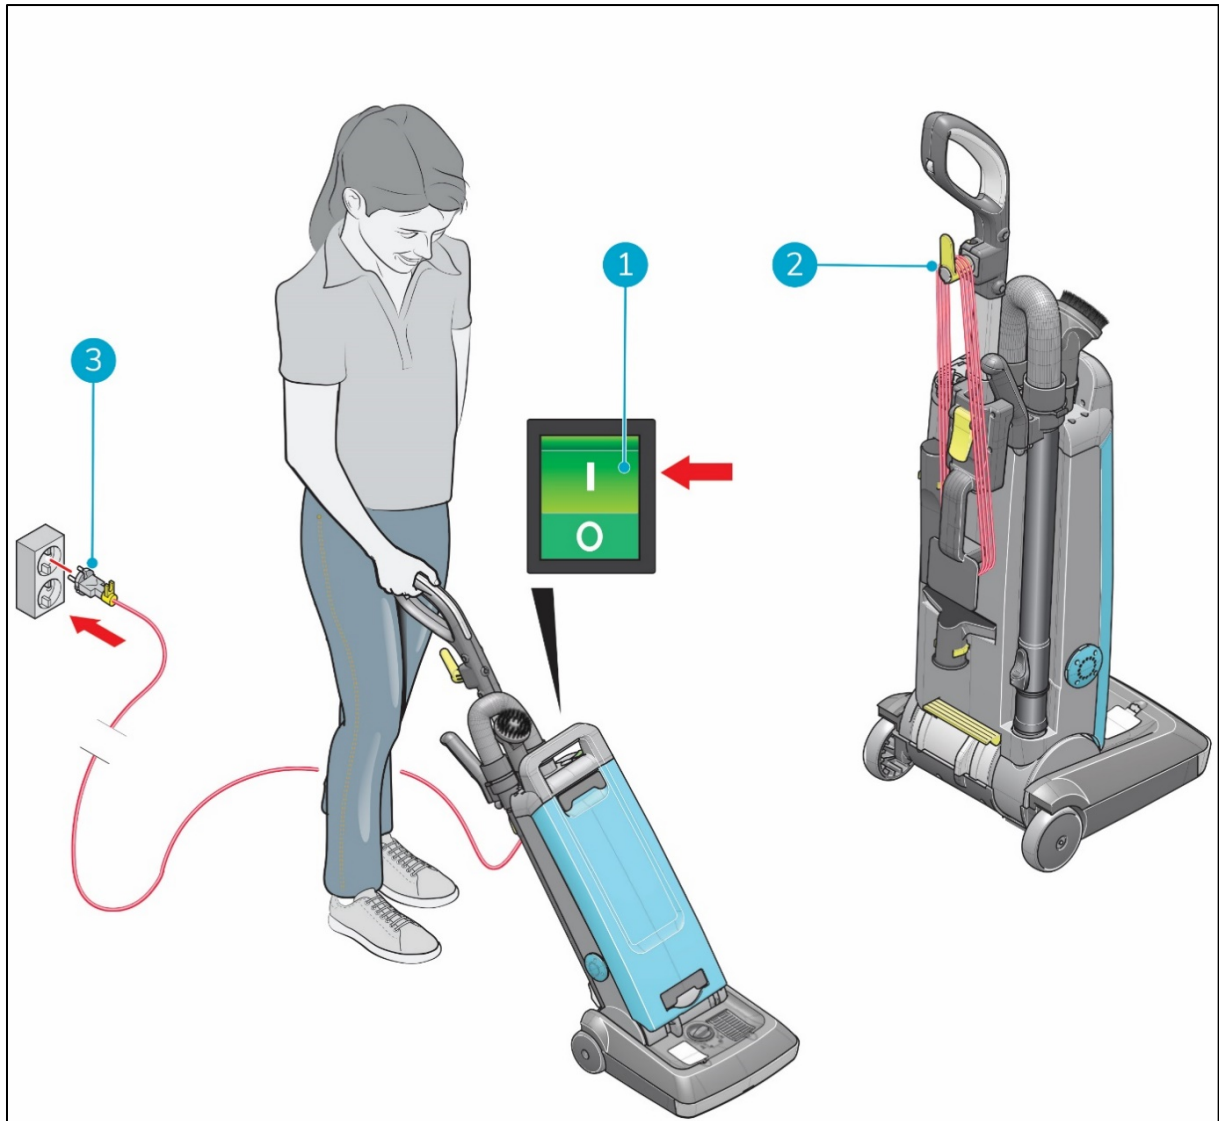

Abbildung 19
1. Wickeln Sie das Netzkabel vollständig ab (Abbildung 19, Pos. 2).
2. Stecken Sie den Netzstecker in eine Steckdose (Abbildung 19, Pos. 3).
3. Drücken Sie den ON/OFF-Schalter (Abbildung 19, Pos. 1) oben auf der Haupteinheit, um den i-vac 30UR einzuschalten.